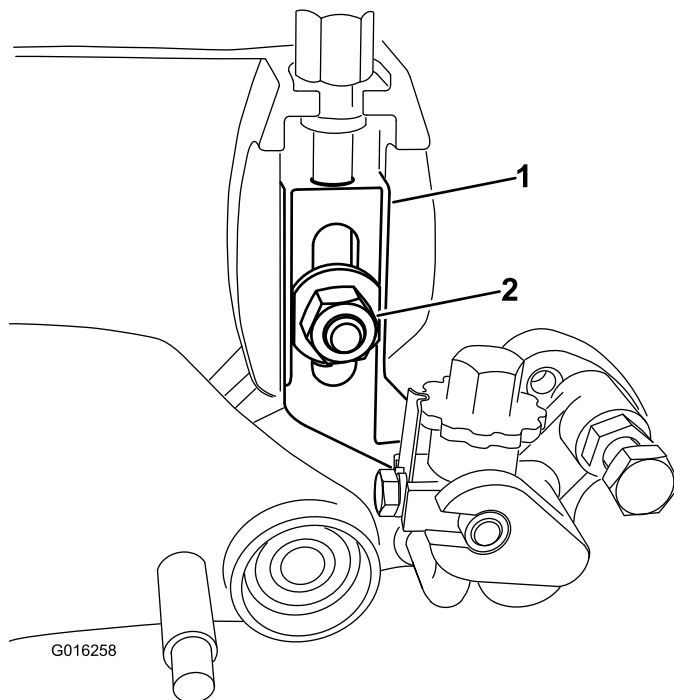

Рисунок 5
5. Отверните лемешный болт, гайку и шайбу, которые крепят узел рычага высоты скашивания к боковой пластине (Рисунок 5).